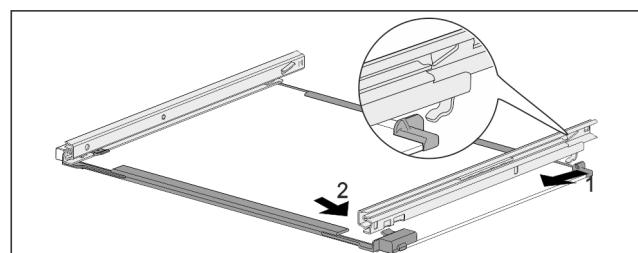

Fig. 134 Sklenená doska s kolajničkami
- Zaháknite kolajničku vzadu. Fig. 134 (1)
- Zaklapnite kolajničku vpred. Fig. 134 (2)